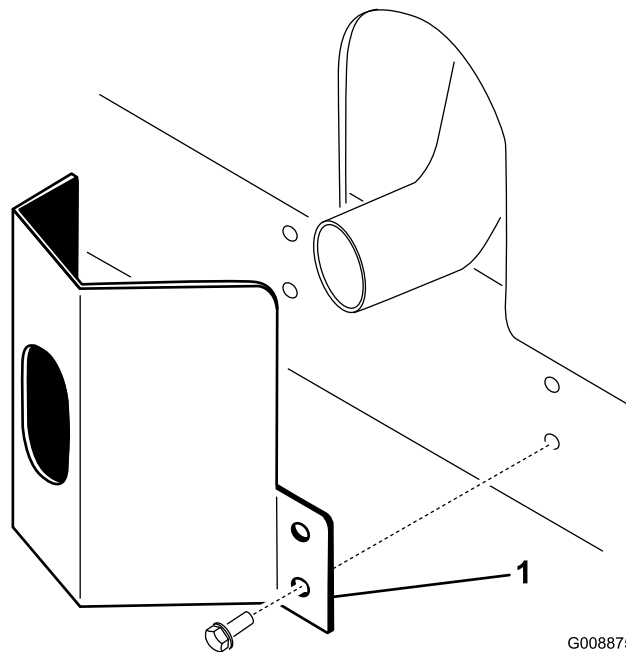

Figura 10
1. Collocate la protezione della marmitta attorno al silenziatore, allineando contemporaneamente i fori di fissaggio con i fori nel telaio (Figura 10).
2. Fissate la protezione della marmitta sul telaio con quattro viti autofilettanti (Figura 10).